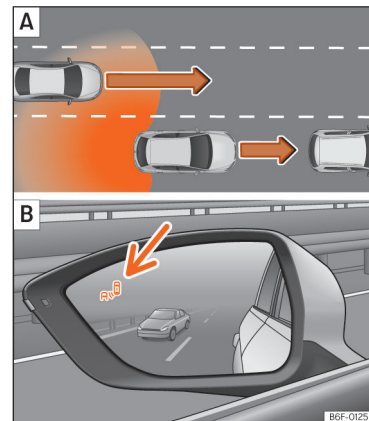
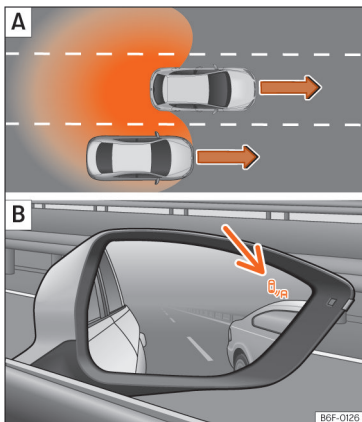

Abb. 116 Schematische Darstellung: **A** Überholen mit Verkehr im hinteren Bereich. **B** Anzeige des Spurwechselassistenten links.
Abb. 117 Schematische Darstellung:
In folgenden Situationen wird die Anzeige in der Kontrollleuchte »» (Abb. 116) **B** [Pfeil] oder »» (Abb. 117) **B** [Pfeil] dargestellt:
- Bei einer Überholung durch ein anderes Fahrzeug »» (Abb. 116) **A**.
- Bei Überholung eines anderen Fahrzeugs »» (Abb. 117) **A** mit einer Geschwindigkeitsdifferenz von ca. 10 km/h (6 mph). Erfolgt die Überholung wesentlich schneller, erfolgt keine Anzeige.